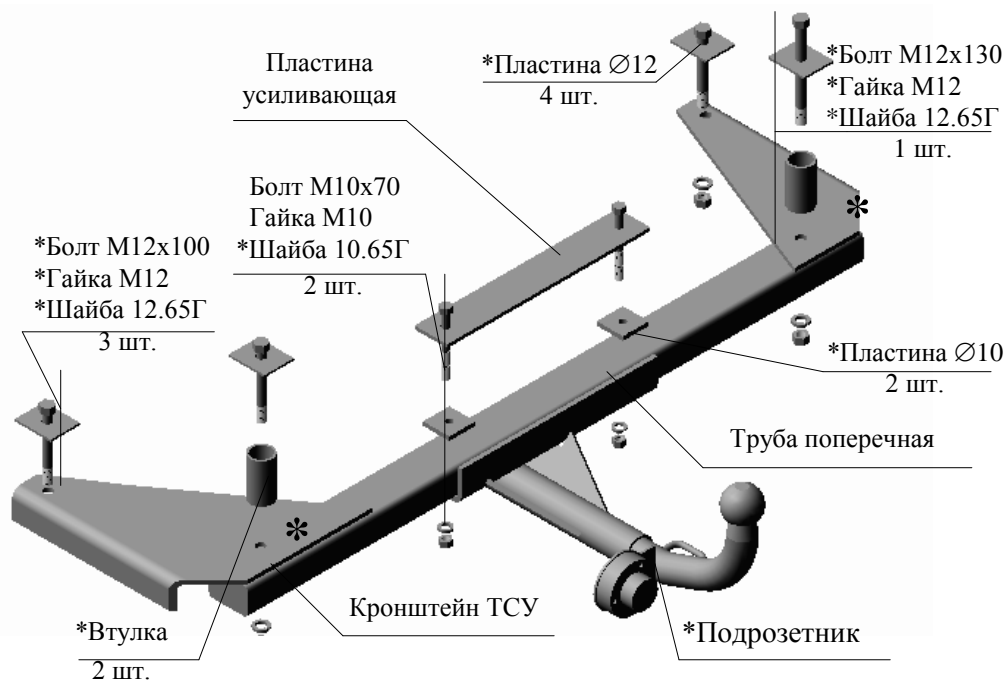

Рис.1 Тягово-сцепное устройство ТСУ 7410 ДЭУ.
2.1 ТСУ 7410 в сборе (рис.1)	1 шт.
2.2 Пакет с комплектующими (см. рис.1)	1 шт.
4.3 Прижать ТСУ кронштейнами к лонжеронам автомобиля, совместив задние отверстия кронштейнов ТСУ (на Рис. 1 отмечены \*) с технологическими отверстиями в лонжеронах.
Подвесить ТСУ на два болта (см. Рис. 1). Расположить пластины Ø12 между головками болтов и полом багажника.
4.5 Закрепить ТСУ тремя болтами М12х100 и болтом М12х130 в соответствии с Рис.1, расположив пластины Ø12 между пластинами ТСУ и
4.6 Просверлить в полу багажника два отверстия Ø10,5...11 мм через трубу поперечную ТСУ под болты М10х80 в соответствии с Рис. 1, используя ТСУ, как кондуктор. Закрепить ТСУ двумя болтами М10х70, расположив пластины Ø10 между полом багажника автомобиля и трубой ТСУ, а усиливающую пластину - между головками болтов и полом багажника.